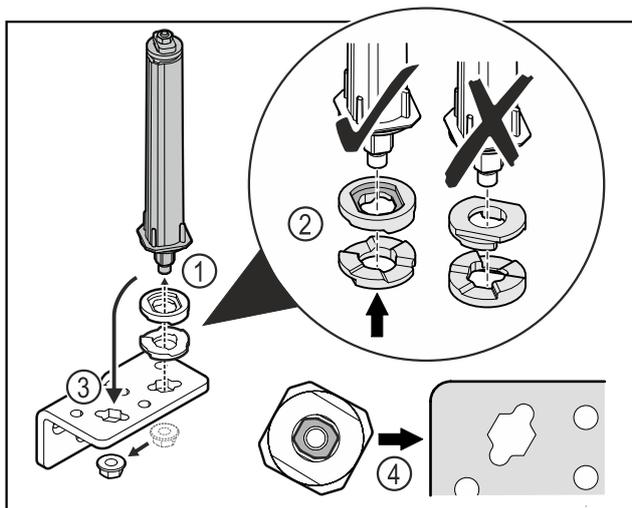

Fig. 38
- ▶ Uvoľnite maticu a odstráňte systém zatvárania dverí Fig. 38 (1).
- ▶ Dbajte na správne vyrovnanie podložiek na výškové prestavenie Fig. 38 (2).
- ▶ Premiestnite systém zatvárania dverí v uholníku závesu a zafixujte ho maticou Fig. 38 (3).
- ▶ Dbajte pri nasadzovaní na správne vyrovnanie systému zatvárania dverí Fig. 38 (4).